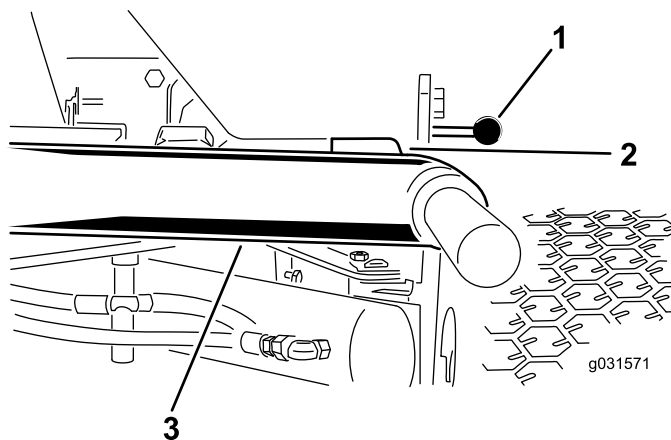

図 10
1. エンジンを始動し、昇降アームを上昇させて、各昇降アームとフロアプレートブラケットとの距離が、図 10のように 5-8 mm になっていることを確認する。